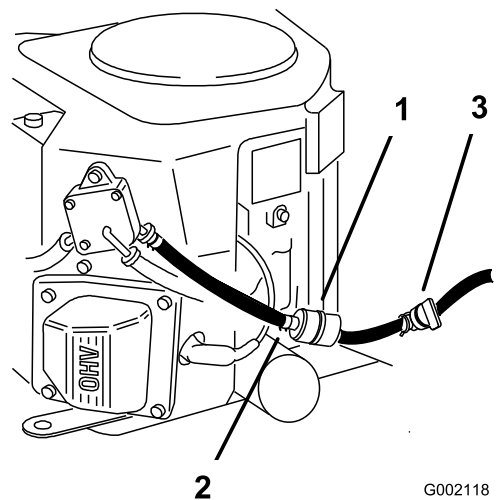

Figure 56
5. Fermez le robinet d'arrivée de carburant situé sous le siège (Figure 56).
6. Pincez les extrémités des colliers et éloignez les colliers du filtre (Figure 56).
8. Posez un filtre neuf et rapprochez les colliers de fixation du filtre (Figure 56).